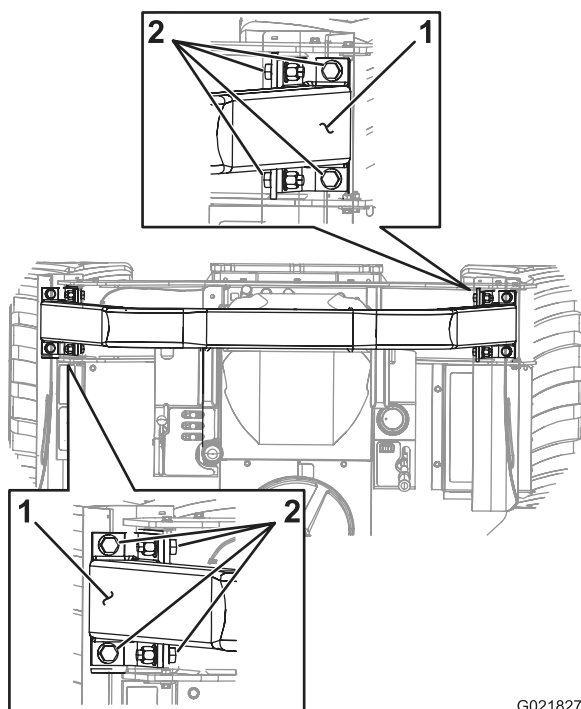

Figure 96
1. Vérifiez que les 8 boulons de fixation de la barre de l'arceau de sécurité sur le châssis de la machine sont serrés à un couple de 24,4 à 26,1 Nm ; voir Figure 96.